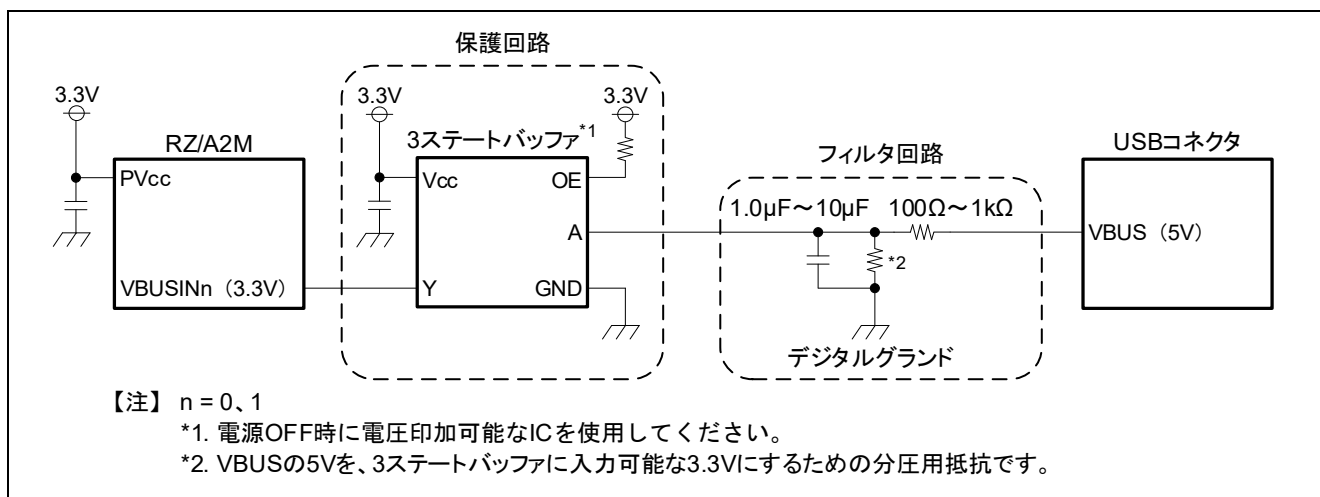

図 5.2 ファンクションコントローラ VBUS 回路例
- RZ/A2M をファンクションコントローラとして使用する場合、RZ/A2M の電源が OFF のときに USB ホストモジュールが接続されると、RZ/A2M の VBUSIN 入力端子に絶対最大定格^{*1}を超過した電圧が印加され、LSI の永久破壊となる可能性があります。これを避けるため、図 5.2 に示す保護回路を参考に、RZ/A2M を保護してください。
10	図 5.2：保護回路を示す点線を追加、CR の位置を変更